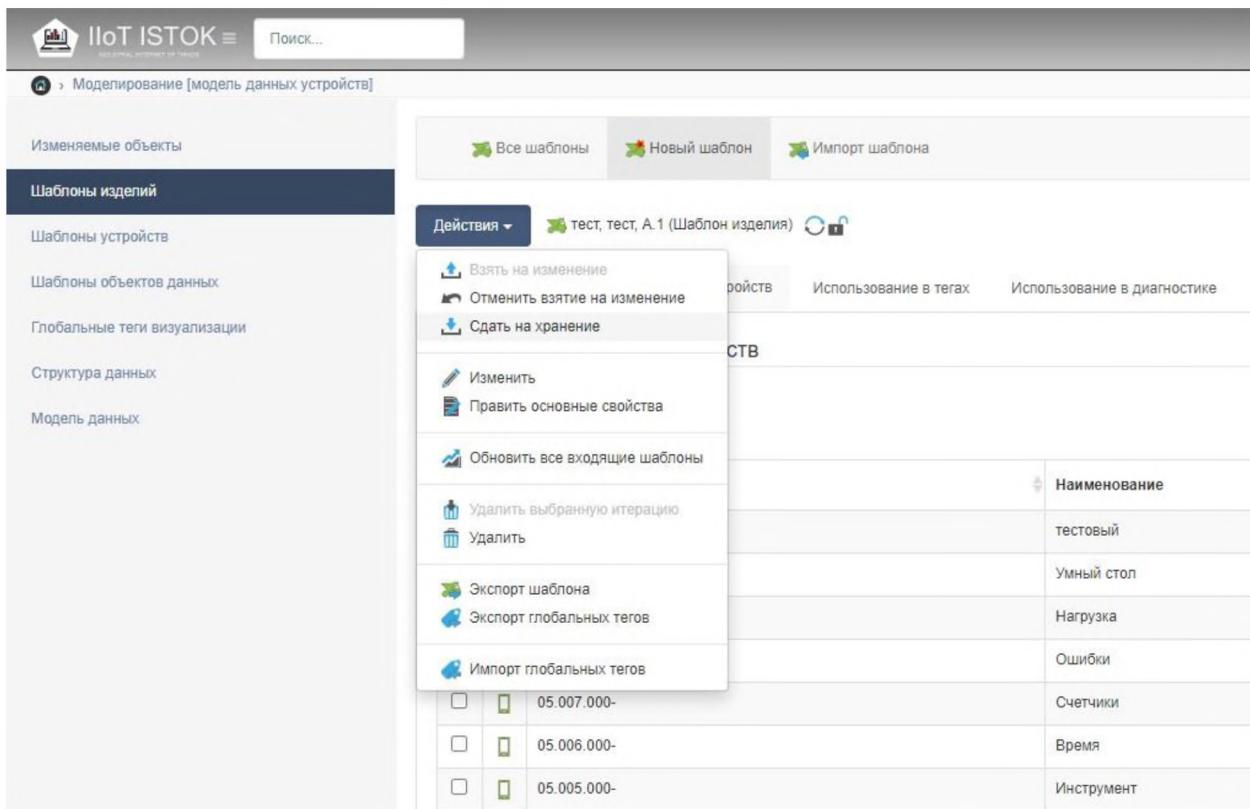

Рисунок 51 – Перевод шаблона изделия на хранение
- 9) Сдайте на хранение шаблон изделия. Нажмите **Действия, Сдать на хранение** (рис. 51).